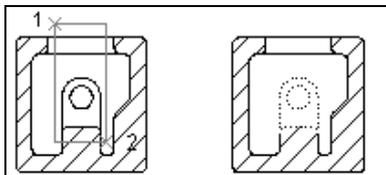

图 6-22 利用 Bounding Window 选取实体
(1) **Bounding Window**（界限窗口）。执行编辑命令后，用户应首先使光标落于待选实体的左侧，然后单击并按住鼠标左键，并向屏幕右侧拖动鼠标，让所选的每一个实体都完全落入选择窗口之内，释放鼠标，则被 **Bounding Window**（界限窗口）完全包围的实体将被选中，其他实体则不能被选中，图 6-22 所示为利用 **Bounding Window** 选取实体。